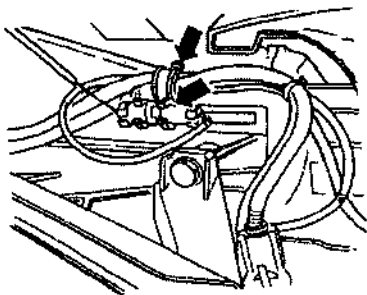

图 4.14 拆下倒挡开关的两脚接头
⑧ 按图 4.14 中箭头所指，从变速器盖上拆下倒挡开关的两脚接头，打开线束夹子和卡箍。